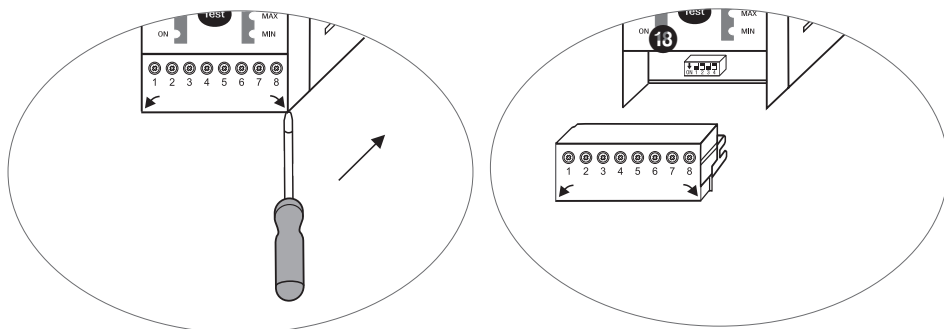

Fig. 9
- Desenchufar la regleta de bornes inferior. **Fig. 9**
- Desmontar la regleta de bornes superior e inferior **Fig. 9**.